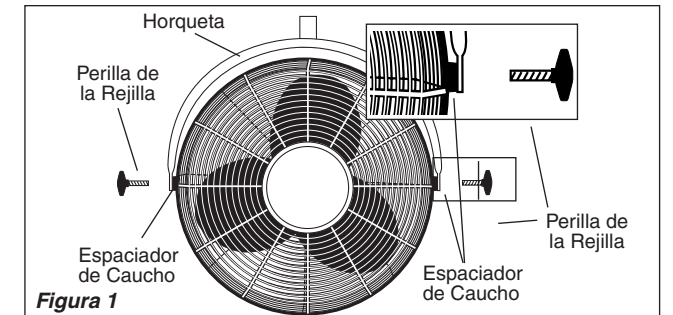

Figura 1
- y apriete FIRMEMENTE. Vuelva a la primera Perilla de la Rejilla y apriete FIRMEMENTE. (Figura 1)